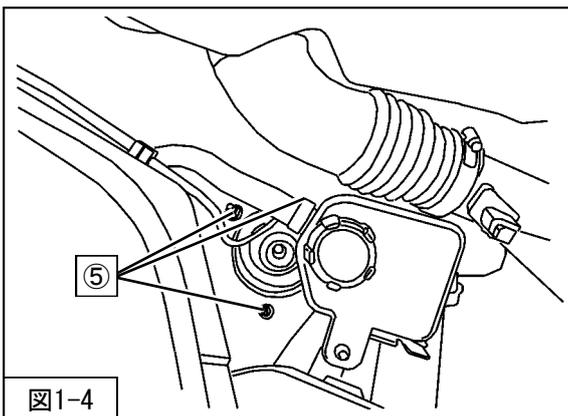

図1-4
6. ⑤フロントサスペンションASSYアッパー取付ナットを取外してください。(図1-4)